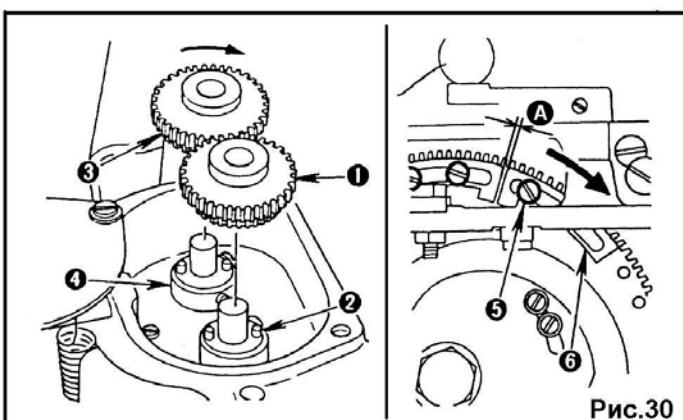

Рис.30
2. Для установки шестерни (3), наденьте её на вал и поверните в направлении стрелки до фиксации на штифтах задней втулки (4).
Ослабьте установочные винты (5) (рис.30) и установите положение кулачка (6) так, чтобы был обеспечен зазор (A), как указано в следующей таблице: